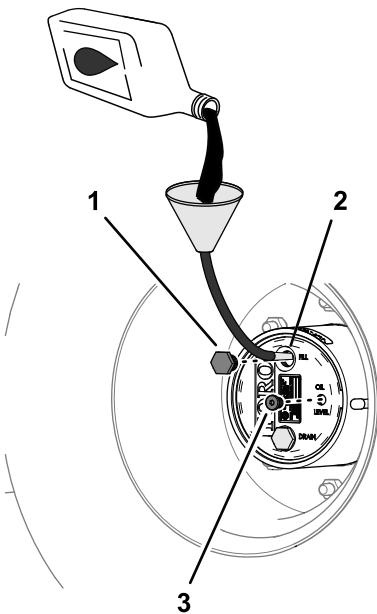

Figura 87
4. Si el nivel de aceite es bajo, retire el tapón de llenado y añada aceite del tipo especificado hasta que empiece a salir del orificio del tapón de verificación (Figura 87).
6. Instale el tapón de llenado y el tapón de verificación (Figura 87).
1. A través del orificio del tapón de llenado, añada lentamente lubricante para engranajes del tipo especificado; consulte la Figura 87 en Comprobación del lubricante de la transmisión planetaria \(página 69\).
3. Instale el tapón de llenado y el tapón de aceite; consulte la Figura 87 en Comprobación del lubricante de la transmisión planetaria \(página 69\).